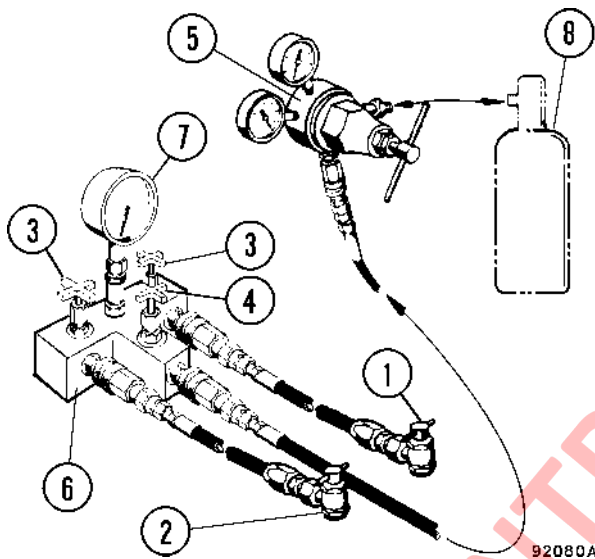
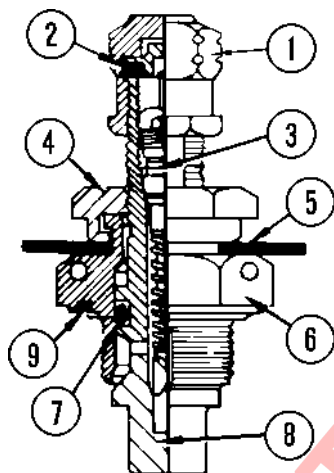

FIGURA 4-1 KIT DE CARGA HYDRAIR
FIGURA 4-3. VÁLVULA DE CARGA
Ensamble el kit de carga como se muestra en la Figura 4-1 y asegure a un contenedor de nitrógeno seco puro (8).
1. Retire las cubiertas protectoras y las tapas de la válvula de carga de las suspensiones. 2. Gire completamente hacia la izquierda las manillas en "T" (1, Figura 4-1) de los adaptadores (2).
3. Asegúrese que las válvulas de salida (3) y la válvula de entrada (4) estén cerradas (giradas completamente hacia la derecha).
1. Si se desmontó, monte la válvula de carga con un O-ring nuevo (9, Figura 4-3). Lubrique el O-ring con aceite Hydrair® limpio.
2. Apriete el cuerpo de la válvula (6) (hexagonal grande) a **23 N·m (17 ft lb)**. Se debe desasentar la tuerca giratoria (4) (hexagonal pequeña) girando hacia la izquierda tres vueltas completas.
4. Cargue las suspensiones con gas nitrógeno a una altura lo suficientemente alta como para instalar los bloques de carga de nitrógeno, pero no exceda los 279 mm (11 in.). Cierre la válvula de entrada (4, Figura 4-1).
10. Cierre la válvula de entrada (4, Figura 4-1). Deje la válvula de salida (3) abierta durante cinco minutos para permitir que las presiones en las suspensiones se igualen.
11. Cierre las válvulas de salida (3). Retire los componentes del kit de carga. Consulte "Retiro del Kit de Carga" anteriormente en esta sección.
12. Si se está reutilizando la válvula de carga, apriete la tuerca giratoria (4, Figura 4-3) a **6 N•m (50 in lb)**.
7. Instale la válvula de carga en la suspensión. Apriete la válvula de la tolva (6, Figura 4-3) con un torque de **23 N•m (17 ft lb)**..
2. Apriete el cuerpo de la válvula (6) (hexagonal grande) a **23 N·m (17 ft lb)**. Se debe desasentar la tuerca giratoria (4) (hexagonal pequeña) girando hacia la izquierda tres vueltas completas..
8. Cierre las válvulas de salida (3). Saque los componentes del kit de carga. Consulte "Retiro del Kit de Carga" en esta sección.
9. Si se está reutilizando la válvula de carga, apriete la tuerca giratoria (4, Figura 4-3) a **6 N·m. (50 in lb)**. Si se está utilizando una válvula de carga nueva, apriete la tuerca giratoria a **15 N·m. (11 ft lb)**, luego suéltela y reapriete a **15 N·m. (11 ft lb)**. Nuevamente suelte la tuerca giratoria y reapriete a **6 N·m. (50 in lb)**. Instale la tapa de la válvula y apriete con la mano.